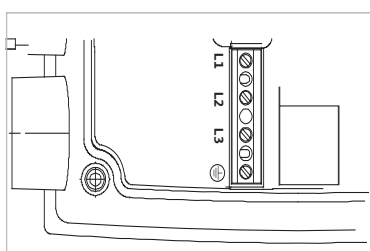

Fig. 24: Effektplintar (nätanslutningsplintar)
- Effektplintar (nätanslutningsplintar) (fig. 24)